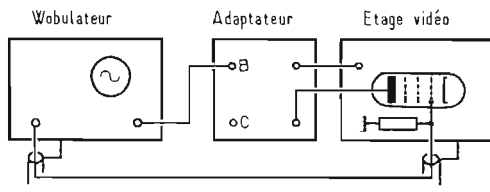

Fig. 12
a) Supprimer l'amortissement de T₂, débrancher le condensateur de 25 μF. Mettre les résistances variables à mi-course. Connecter l'entrée de l'oscilloscope par un cordon blindé directement au point B (Fig. 12) et schéma électrique (Fig. 6). Régler le primaire ou se-